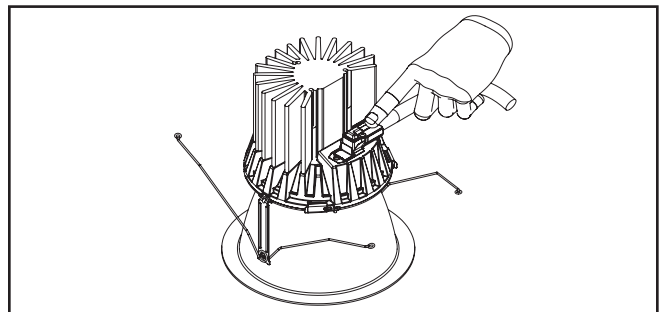

Figura 7.
8. Alinee correctamente el conector como se muestra en (Figura 7). Enchufe en el módulo el dispositivo de desconexión rápida de la luminaria.